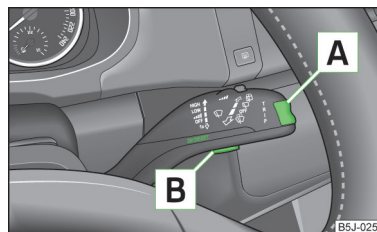

Fig. 7
- El **MENÚ PRINCIPAL** se activará pulsando la tecla basculante **A** » fig. 7 durante algún tiempo.
- Si en la pantalla informativa se muestran los mensajes de advertencia, estos mensajes se deben activar con la tecla **[B]** » fig. 7 de la página 15 para activar el menú principal.